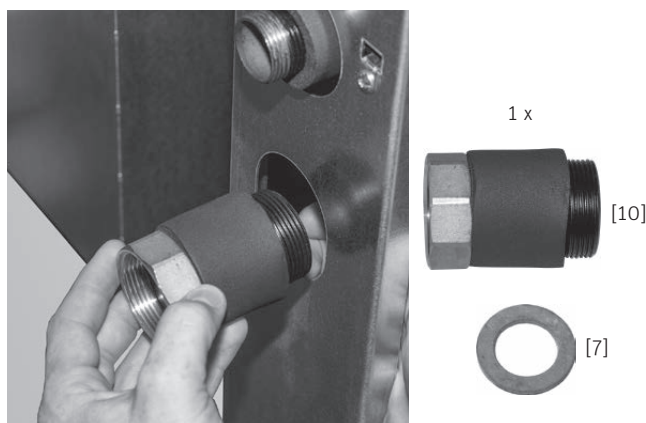

Fig. 58 **Solo per BioWIN 2 Hybrid BW 21/26:** montare la prolunga
- avvitare sul gruppo idraulico la prolunga [10] per il gruppo di sicurezza caldaia (accessorio) con guarnizione [7] – Fig. 58